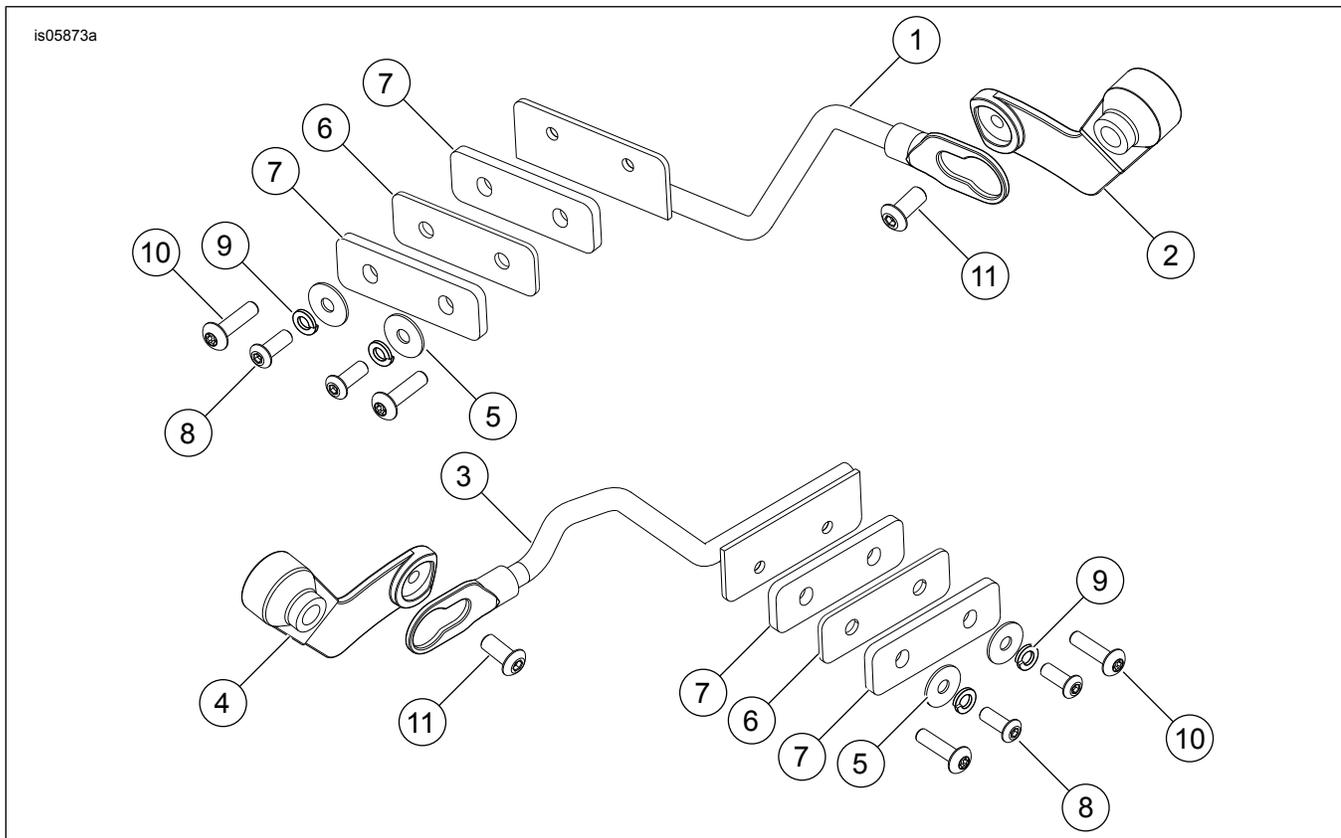

Abbildung 5. Ersatzteile: Untere Stützhalterung
Siehe Abbildung 5 und Tabelle 1.
- Siehe Abbildung 5. Die untere Stützhalterung (1 oder 3) mit dem Dämpfungselement (6) an der Satteltasche befestigen. **Für FXDF- und FXDFSE-Modelle sowie FXDWG-Modelle von 2010:** Die Distanzstücke (7), Schutzblech-Unterlegscheiben (5), Sicherungsscheiben (9) und Schrauben (10) anbringen. Nicht vollständig anziehen. **Für alle anderen Modelle:** Mit den Schrauben (8), Schutzblech-Unterlegscheiben (5) und Sicherungsscheiben (9) befestigen. Keine Distanzstücke (7) verwenden. Nicht vollständig anziehen.